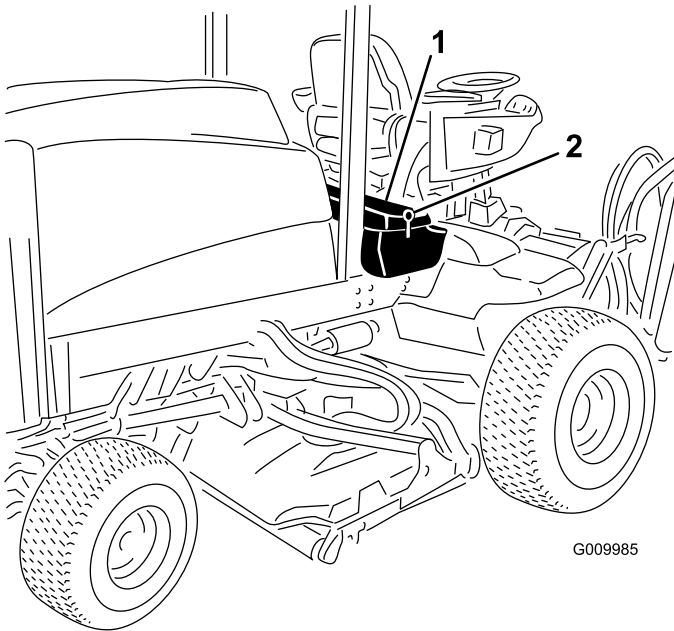

Figure 75
1. Déverrouillez et soulevez le panneau de la console (Figure 75).